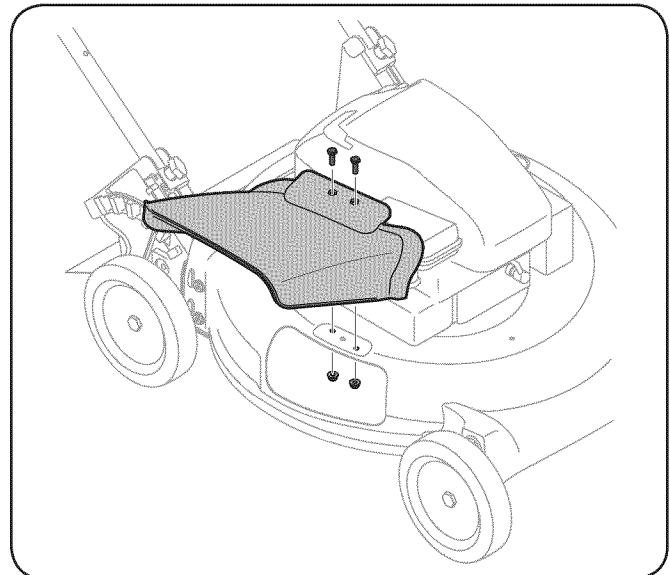

**Figure 3-6**
1. Utilizando los tornillos y arandelas del grupo 1 del paquete de hardware, seguro que las ruedas traseras de la cubierta como se muestra en Figure 3-6. La lavadora se debe instalar con el lado de la corona frente al volante.